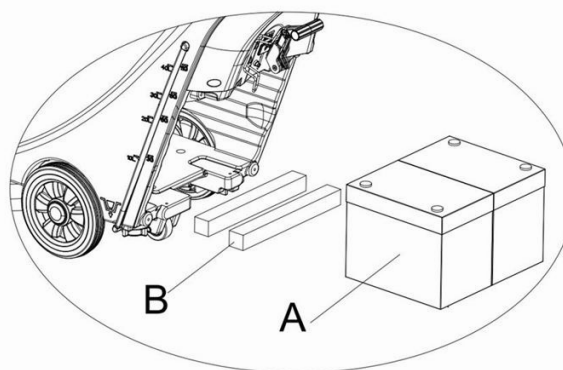

Figura 6
- 1) Per batterie di lunghezza inferiore ai 270mm, usare 2 pezzi di schede di fissaggio (**B, Figura 6**) e collocarle fianco a fianco dentro tra il serbatoio dell'acqua e la batteria;
- 2) Per batterie di lunghezza compresa tra 310mm-270mm, usare 1 pezzo delle schede di fissaggio (**B, Figura 6**) e posizionarlo tra serbatoio dell'acqua e la batteria;